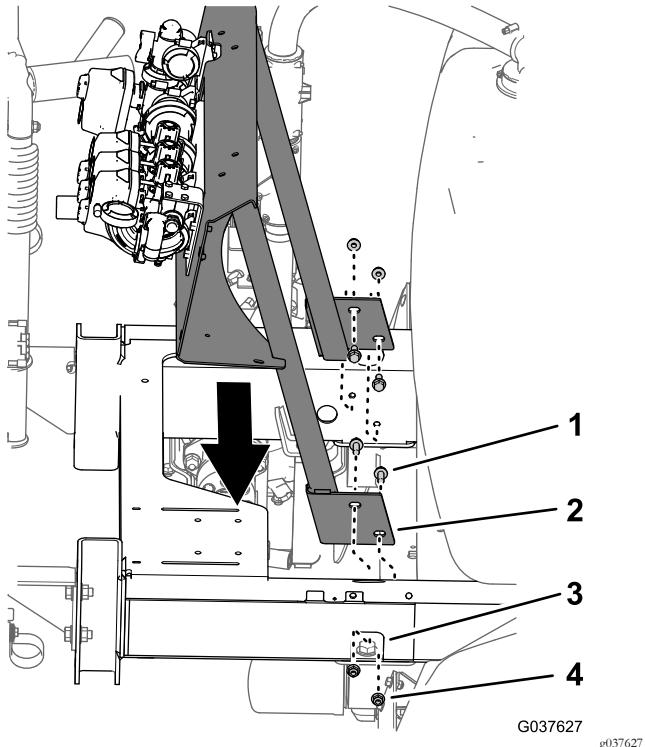

Figura 50
1. Allineate i fori sul supporto delle valvole con i fori nel telaio della macchina (Figura 50).
2. Montate il supporto della valvola sul telaio (Figura 50) con i 4 bulloni a testa flangiata (3/8 x 1 poll.) e 4 dadi di bloccaggio flangiati (3/8 poll.) che avete rimosso al passaggio Rimozione del supporto delle valvole (pagina 21).